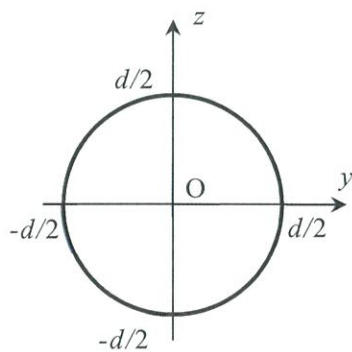

図 1-4
(2) 図 1-4 に示すように、原点  $O$  が棒の横断面円の中心と一致するように直交座標系  $(y, z)$  を設定する． $y$  軸に関する断面二次モーメントが  $\pi d^4/64$  となることを導出せよ．